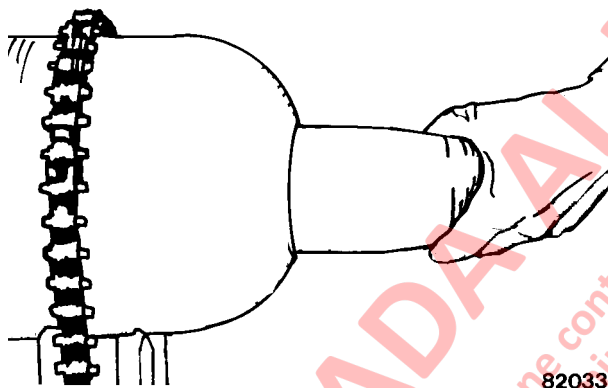

FIGURA 6-19. DESMONTAJE DE LA VEJIGA
7. Luego de tirar completamente el vástago de la válvula de vejiga a través de la abertura de la carcasa, instale la tuerca (5) del vástago de forma manual y retire la varilla de mando de la vejiga.
8. Utilice una llave para sostener el vástago de la válvula de vejiga en las caras planas, luego apriete firmemente la tuerca (5).
9. Si desmontó el interruptor de presión (15), instálelo en el conjunto de la válvula (11) y apriételo a $41 \pm 5 \text{ N}\cdot\text{m}$ ($30 \pm 4 \text{ ft lb}$). Luego, instale el conjunto de la válvula (11) en el múltiple de la válvula de gas (14) y apriételo a $18 \pm 4 \text{ N}\cdot\text{m}$ ($13 \pm 3 \text{ ft lb}$).
10. Si desmontó la válvula de carga, instálela en el múltiple de gas (14). Luego, apriete la tuerca hexagonal pequeña (4, Figura 6-19) a $5 \text{ N}\cdot\text{m}$ (45 in lb).
- a. Apriete la tuerca giratoria hexagonal pequeña (4, Figura 6-19) a $14 \text{ N}\cdot\text{m}$ (10 ft lb).
4. Sostenga el cuerpo de la válvula (6, Figura 6-19) con una llave mientras afloja la tuerca giratoria (4) tres vueltas completas con otra llave para abrir el cabezal móvil dentro de la válvula de gas.
6. Apriete la tuerca giratoria (4) con los dedos y cierre el cabezal móvil interno.
8. Sostenga la válvula de carga (6) con una llave y desmonte el conjunto de la tuerca giratoria.
9. Instale la tapa de la válvula (1) en la válvula de carga con los dedos e instale la protección de la válvula de gas.